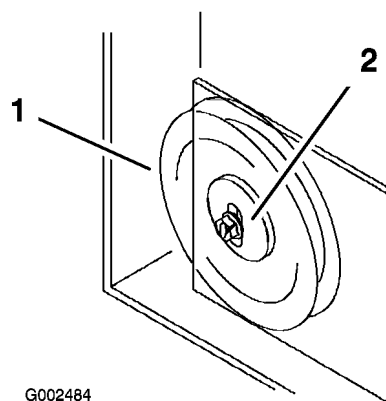

Figure 55
11. Si la plaque de la poulie de tension touche le bout de la fente de réglage et qu'il faut encore tendre la courroie, une légère modification de la poulie de tension fixe droite peut offrir un réglage de tension supplémentaire (Figure 55).